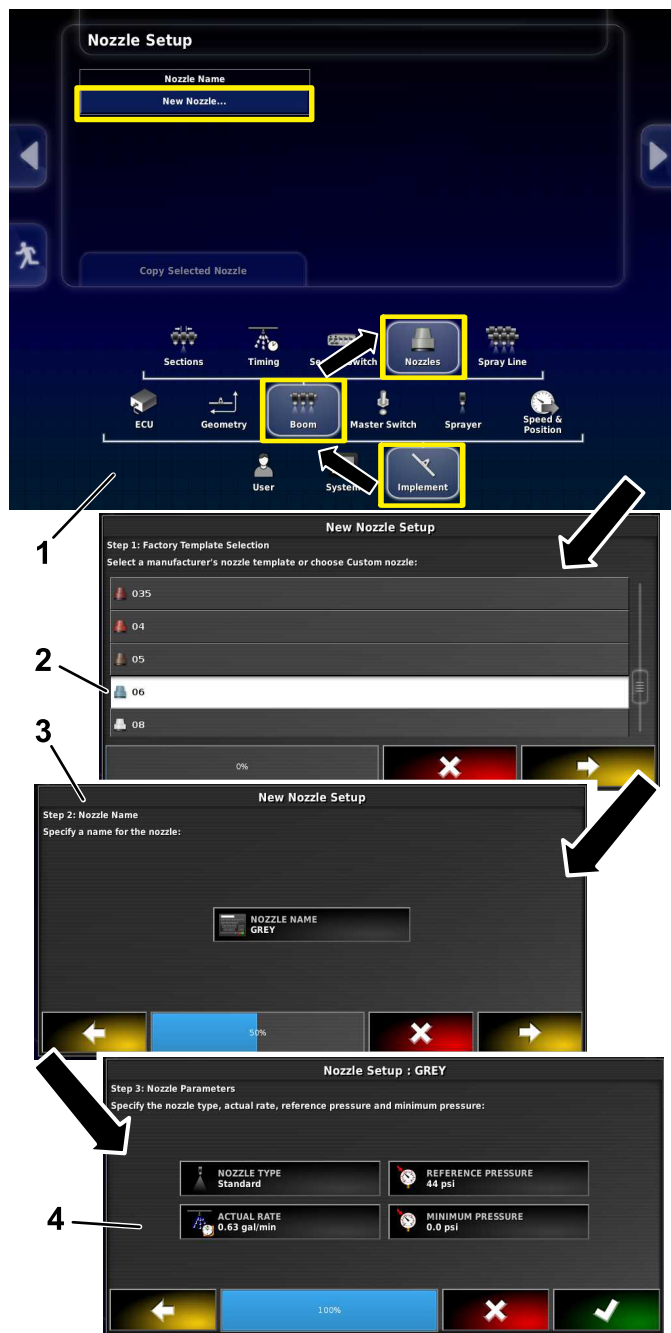

Figura 6
2. Selezionate l'icona implementazione, l'icona barre e l'icona ugelli (Figura 6).
3. Selezionate l'icona nuovo ugello nella parte superiore della schermata (Figura 6).
4. Selezionate l'ugello in base a dimensioni e colore (Figura 6).
5. Premete l'icona NOME UGELLO (Figura 6).